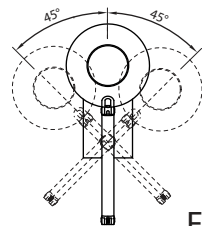

Fig. 5
1. Soltar el tornillo C y la chapa B del vástago A del brazo (fig. 5).
1. Loosen C screw and remove B piece from A shaft that is situated in the end part of bracket (fig. 5).
1. Die Schraube C und den Anschlag B des am unteren Ende des Beleuchtungskörperarms befindlichen Schafts A lösen (Abb. 5).